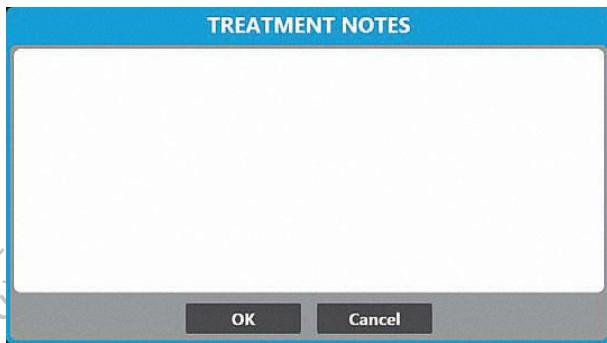

Figura 13. Ventana Treatment Notes (Notas del tratamiento)
- Presione el botón **Treatment Notes** (Notas del tratamiento) en la pantalla **Therapy** (Terapia) para añadir observaciones y otra información relevante al archivo de tratamiento (Figura 13).